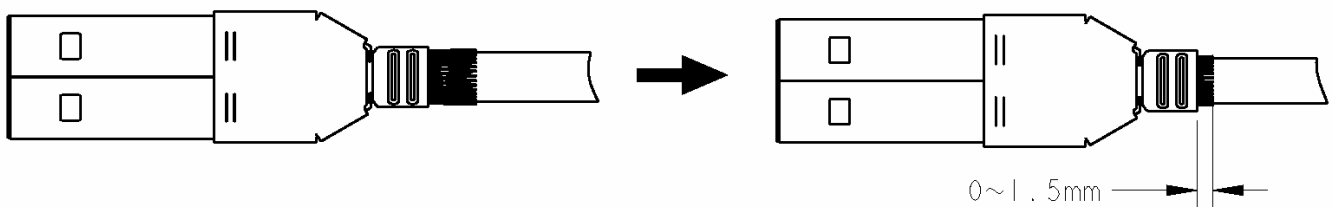

Fig.7
7) シェルバレル端部よりはみ出して余った編組シールド（ドレンワイヤー含む）をFig.7示す寸法に従って整えます。この時、コネクタキット構成部品及びケーブルに傷をつけない様に注意して下さい。もし、製品機能を損なう傷等がこれらの部品については、新しい部品に交換してやり直して下さい。
7) Straighten projecting braid shield (included drain wire) from the edge of barrel. At that time, Refer to Fig.7. At this time, do not damage component parts of connector kit and cable. Exchange for new parts, and do over again if they are damaged that product function is ruined.